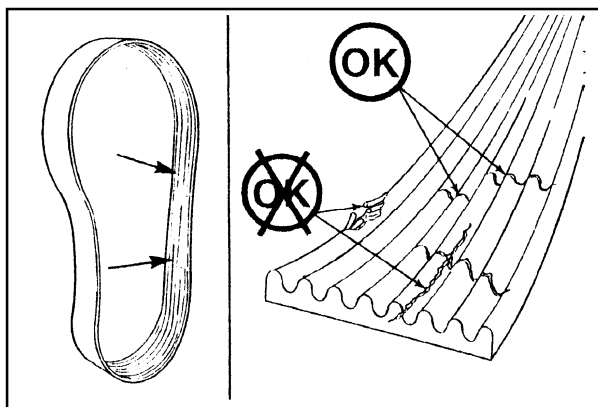

FIG 7.44
**INSPECCIÓN** – Inspeccione diariamente la correa (Fig.7.44). Observe si la correa tiene grietas cruzadas (Fig.7.44). Las grietas transversales (a lo largo de la correa) son admisibles. Grietas longitudinales (en la dirección de la longitud de la correa) que cruzan las grietas transversales no son admisibles. Sustituya la correa si está desgastada o si faltan partes del material.